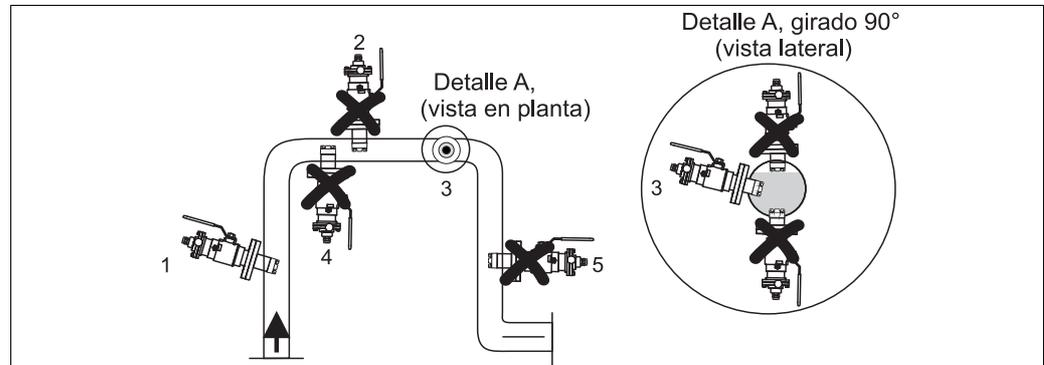

Fig. 11: Posiciones de instalación permitidas y no permitidas del sensor utilizando el portasondas retráctil COA451
- No instale el portasondas en lugares en los que puedan formarse bolsas de aire o burbujas de espuma, o en los que las partículas en suspensión puedan sedimentarse sobre la óptica del sensor (→ Fig. 11).